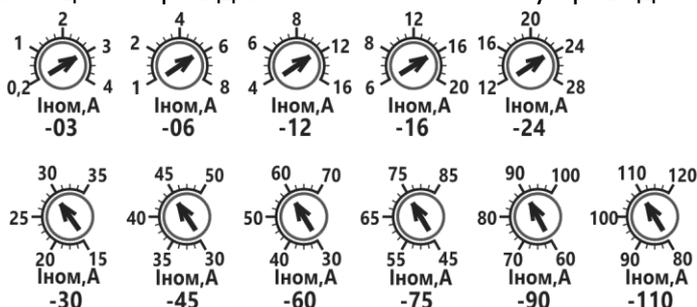

Рисунок 6 Диапазоны настройки **Ином**
1.7.2 Потенциометр «**Ином,А**» используется для настройки номинального тока электродвигателя, который используется в качестве базового для функций защит электродвигателя и плавного пуска. Диапазоны настройки потенциометров для исполнений по току приведены на рис.6.